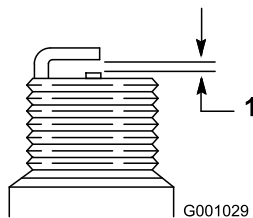

Figure 23
4. Réglez l'écartement des électrodes de la nouvelle bougie à 0,76 mm (0,030 po), comme montré à la Figure 23.